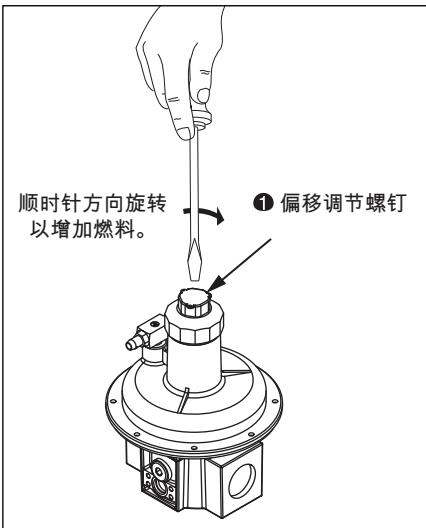

图 4.7 调整比例调节阀
- 验证比例调节器弹簧柱上的偏压调节螺钉 ① 已从底部逆时针向上旋转三周 (360° × 3)。参见图 4.7。